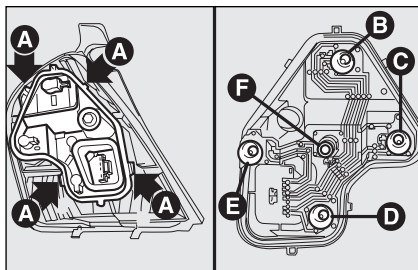

fig. 31
- ☐ premir para fora as aletas **A-fig. 31** de bloqueio do porta-lâmpadas e extraí-lo da sua sede;